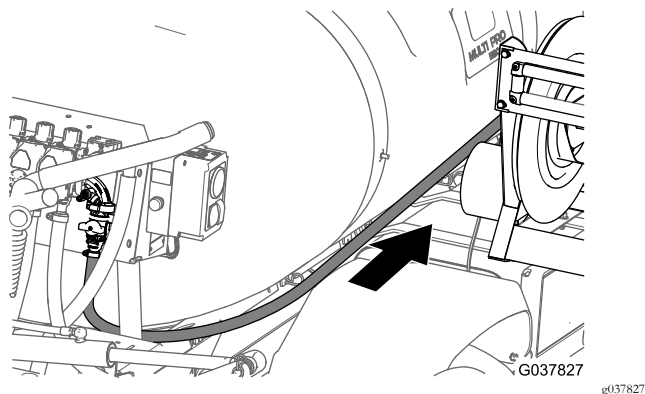

Рисунок 99
4. Проложите шланг подачи вперед, вдоль бака опрыскивателя, в направлении шлангового барабана и закрепите шланг на раме бака с помощью трех кабельных стяжек (Рисунок 99).